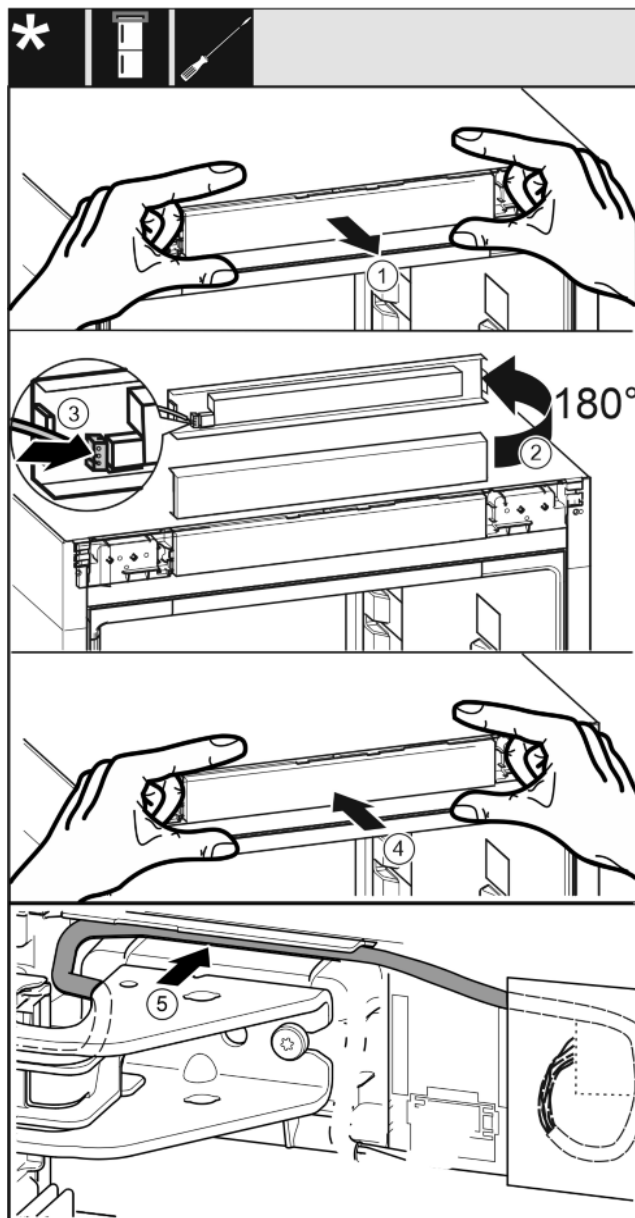

Fig. 34
- ▶ Wyjąć ostrożnie zaślepkę panelu obsługowego. Fig. 34 (1)
- ▶ Obrócić zaślepkę o 180° do góry. Fig. 34 (2)
- ▶ Podłączyć wtyczkę do zaślepki panelu obsługowego. Fig. 34 (3)
- ▶ Zaczepić z powrotem zaślepkę panelu obsługowego w urządzeniu. Fig. 34 (4)
- ▶ Szary kabel ostrożnie ułożyć w prowadnicy nad górną płytką zawiasu. Fig. 34 (5)